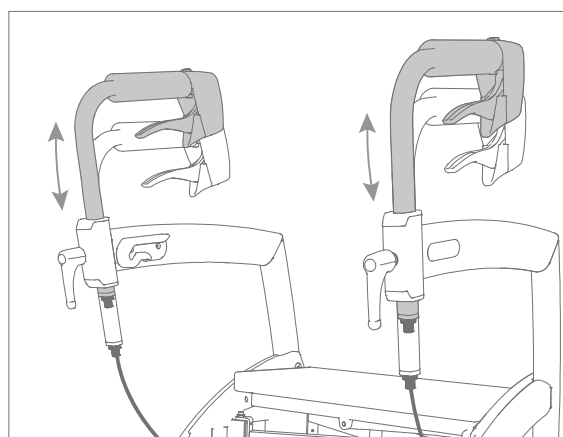

Figure 21: Réglez la hauteur correcte.
- c.** Faites glisser les poignées à la bonne hauteur (**Figure 21**).